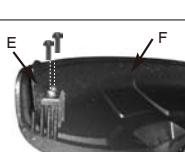

Fig. 19
1. Ta bort kniven (A) från klippredskapskyddet (B) (Fig. 19).